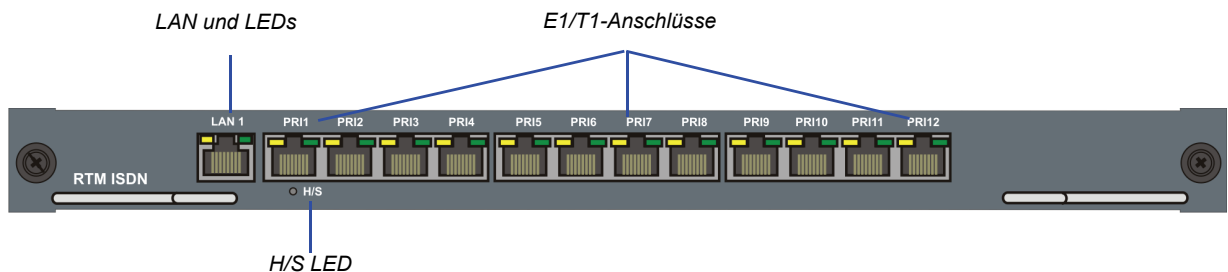

Abbildung 1-3 RMX 2000 Layout der RTM ISDN-Rückplatte
- 7 E1- oder 9 T1 PRI-Leitungen, die auf einen beliebigen der 12 Anschlüsse gesteckt werden können, wie in Abbildung 1-3 gezeigt